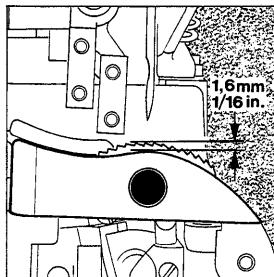
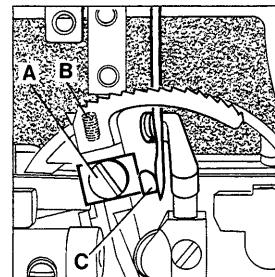

Fig.9
Fig.10
The lower feed dog is set correctly when its teeth rise slightly more than the depth of a full tooth (approx. 1.6 mm (1/16") above the throat plate (see Fig. 9). To raise or lower the feed dog loosen screw (A, Fig. 10) and set the feed dog to the specified height. Retighten screw (A). Now reset stop screw (B) in feed dog to maintain the adjusted feed dog height.
Set the needle guard (C, Fig. 10) so that it just touches the needle when it is at its most forward point of travel. To move guard forward or backward loosen screw (A) and move needle guard as required. Retighten screw.
Der untere Transporteur ist richtig eingestellt, wenn die Transporteurzähne die Stichplatte etwas mehr als eine volle Zahnhöhe (ca. 1,6 mm) überragen (siehe Fig. 9).
Zum Höher- oder Tieferstellen des Transporteurs lösen Sie die Schraube (A, Fig. 10) und stellen den Transporteur auf die vorgeschriebene Höhe. Ziehen Sie die Schraube (A) wieder an. Nun stellen Sie die Anschlagschraube (B) im Transporteur so, daß die eingestellte Transporteurhöhe erhalten bleibt.
Stellen Sie den Nadelanschlag (C, Fig. 10) so, daß er die Nadel gerade leicht berührt, wenn er am vordersten Punkt seiner Bewegung steht. Zum Verstellen des Anschlags nach vorne oder hinten lösen Sie die Schraube (A) und stellen den Anschlag entsprechend ein. Ziehen Sie die Schraube wieder an.